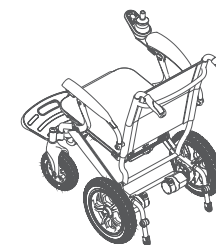
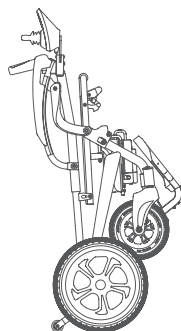

Rysunek 5.6
Rysunek 5.11
- Naciśnij podnóżek, jak pokazano na rys. 5.6.
- ▶ Złóż podnóżek pokazany na rys. 5.6, wciśnij przycisk składania zespołu antywywrotnego obracającego przeciwnie do ruchu wskazówek zegara do usłyszenia „kliknięcia”. Nie stawaj na zespole antywywrotnym po jego złożeniu, jak pokazano na rys. 5.11.